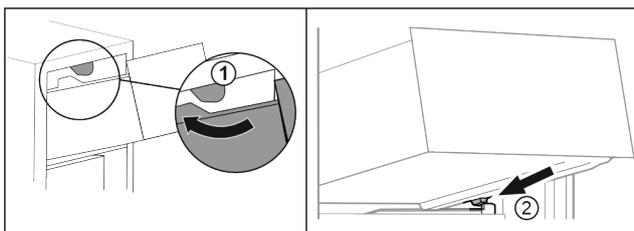

Fig. 40
- ▶ Guider le tiroir en contournant les butées supérieures. Fig. 40 (1)
- ▶ Placer le tiroir, en l'inclinant, derrière les butées inférieures sur la nervure de récipient. Fig. 40 (2)